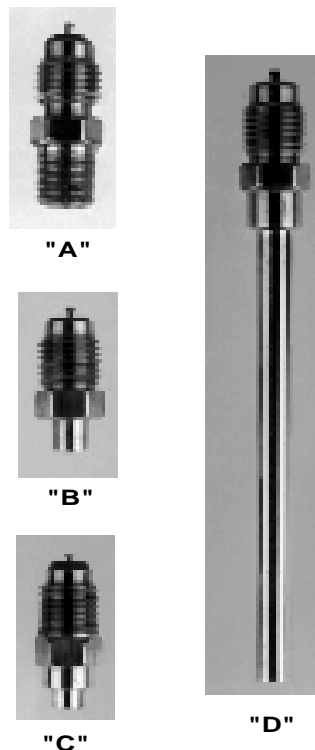

Figura 8.21 - Diferentes tipos de conexiones de válvulas de acceso tipo pivote.
El puerto de acceso (superior) la mayoría de las veces va a ser de 1/4" con rosca flare (SAE). Las conexiones inferiores son las que varían, y se fabrican con rosca para tubo FPT macho de varias medidas, como la mostrada en la figura 8.21 (A). Si no desea utilizarse la rosca de la conexión inferior, el orificio está maquinado para aceptar conexiones de diámetro exterior (ODS) de tubos de cobre de varias medidas. Este tipo de válvula de acceso, es la que comúnmente se utiliza en las válvulas de servicio de los compresores, tanto de succión como de descarga. También se emplea en los filtros deshidratadores del tipo recargable de bloques desecantes. Ambos accesorios originalmente traen un tapón macho, el cual se reemplaza por la válvula de acceso.
El otro tipo de válvula de acceso es la que se muestra en la figura 8.21 (D), la cual ya viene con una extensión de tubo de cobre, para facilitar la soldadura al instalarla al sistema.